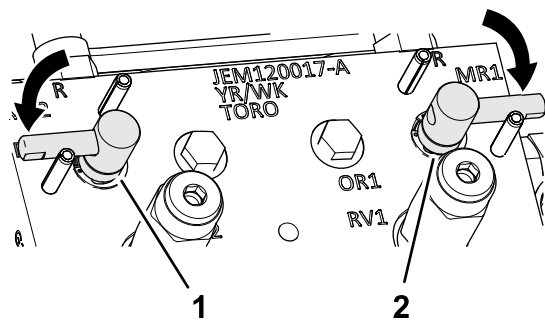

Bild 148
3. Stellen Sie die Lapphebel in die F-Stellung (mähen) (Bild 148).